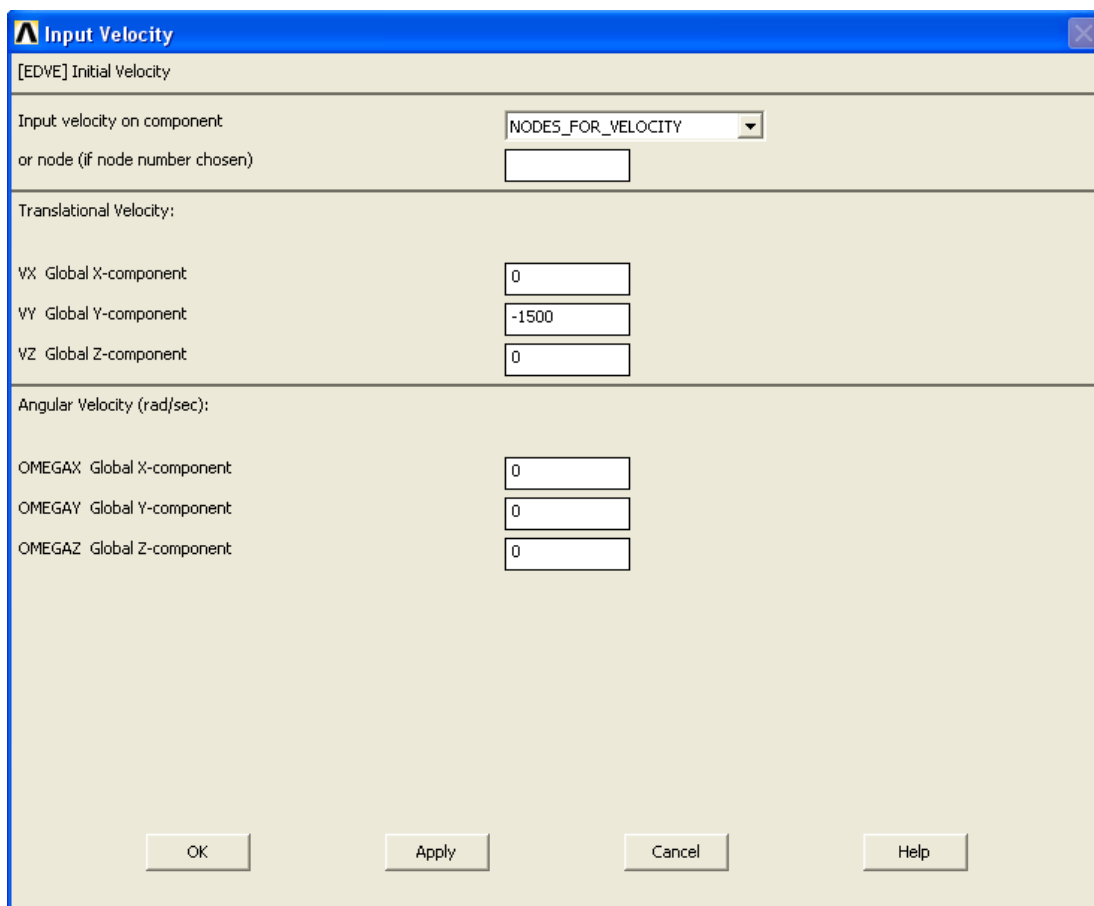

Рисунок 61. Окно *Input Velocity*
При использовании данного пункта меню появляется окно ***Input Velocity*** (Рисунок 61):
- В поле ввода ***VY Global Y-component*** (Рисунок 61) необходимо ввести значение ***-1500 (м/с)***.